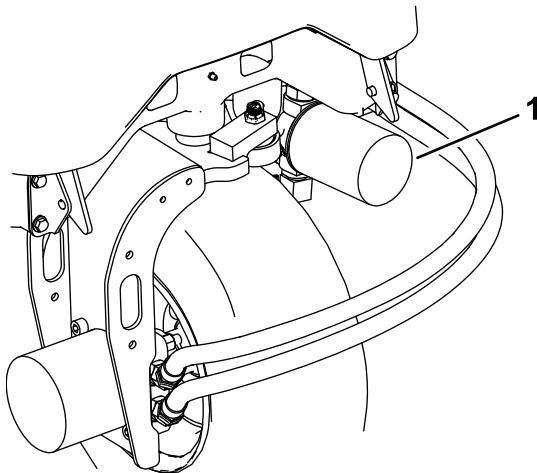
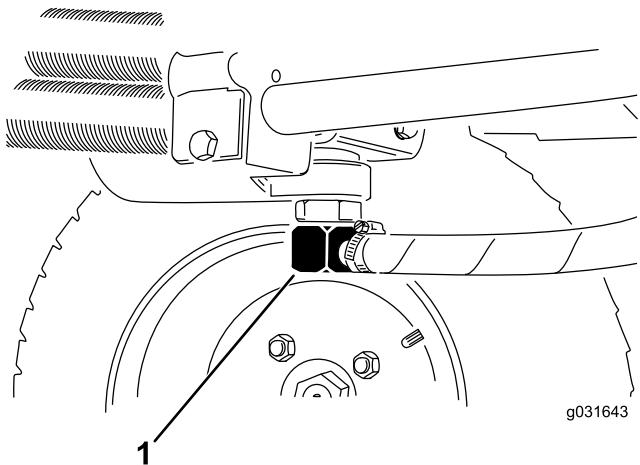

Figura 64
Figura 65
3. Limpe em torno da área de montagem do filtro, coloque um recipiente de escoamento debaixo do filtro e retire o filtro (Figura 64).
2. Desconecte as linhas hidráulicas ou retire o filtro hidráulico e deixe que o fluido hidráulico escorra para dentro de um recipiente de escoamento (Figura 64 e Figura 65).
3. Instale as linhas hidráulicas quando o fluido parar de escorrer (Figura 65).